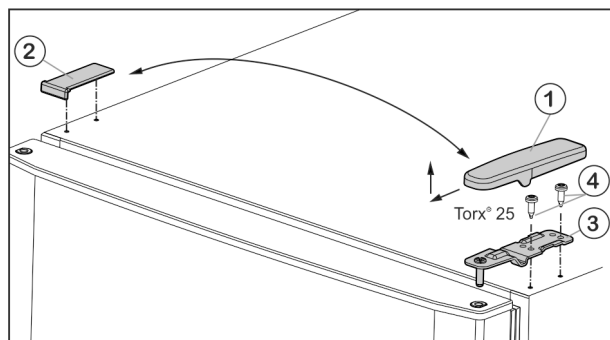
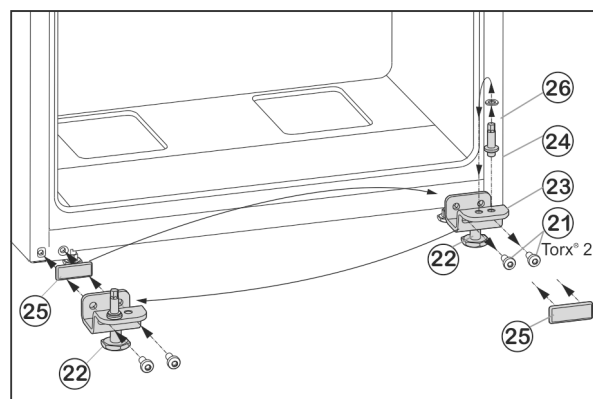

Fig. 5
Fig. 7
- Enlever le cache Fig. 5 (1) vers l'avant et vers le haut.
- Retirer le cache Fig. 5 (2).
- Dévisser le support d'appui supérieur Fig. 5 (3) (2 Torx® 25) Fig. 5 (4) et retirer vers le haut.
- Desserrer les vis de fixation Fig. 7 (21).
- Retirer l'ensemble du support de palier inférieur Fig. 7 (23) avec le boulon de palier Fig. 7 (24), la rondelle Fig. 7 (26) et le pied de réglage Fig. 7 (22).
- Dévisser l'ensemble du boulon de palier Fig. 7 (24) avec la rondelle Fig. 7 (26), déplacer le tout dans le trou de préhension du côté opposé du support de palier et revisser fermement.
- Retirer avec précaution la plaque de recouvrement Fig. 7 (25) et la déplacer du côté opposé.
- Revisser l'ensemble du support de palier inférieur Fig. 7 (23) avec le boulon de palier Fig. 7 (24), la rondelle Fig. 7 (26) et le pied de réglage Fig. 7 (22) du côté de la nouvelle charnière, au besoin à l'aide d'une visseuse sans fil (**en appliquant un couple de 4 Nm**).
- Placer la porte inférieure depuis le haut sur le boulon Fig. 7 (24).
- Remettre en place le support de palier du milieu (13) à 180° dans la porte inférieure et la visser solidement à l'aide des vis de fixation (11) (2 fois Torx® 25) sur le nouveau côté de la charnière (**avec 4 Nm**).
- Remettre en place la rondelle de plastique (10).
- Mettre en place la porte supérieure sur le support de palier (13).
- Placer le support d'appui supérieur Fig. 5 (3) sur le nouveau côté charnière de porte.
- Revisser le support de palier (**en appliquant un couple de 4 Nm**) (2 Torx® 25) Fig. 5 (4). Utiliser au besoin une visseuse sans fil.
- Remettre en place l'habillage Fig. 5 (1) du côté opposé depuis l'extérieur et l'enclencher.
- Remettre en place l'habillage Fig. 5 (2) du côté opposé depuis le dessus et l'enclencher.
- Dévisser le pied de réglage Fig. 7 (22) au niveau du support de palier inférieur Fig. 7 (23) jusqu'à ce qu'il repose au sol.